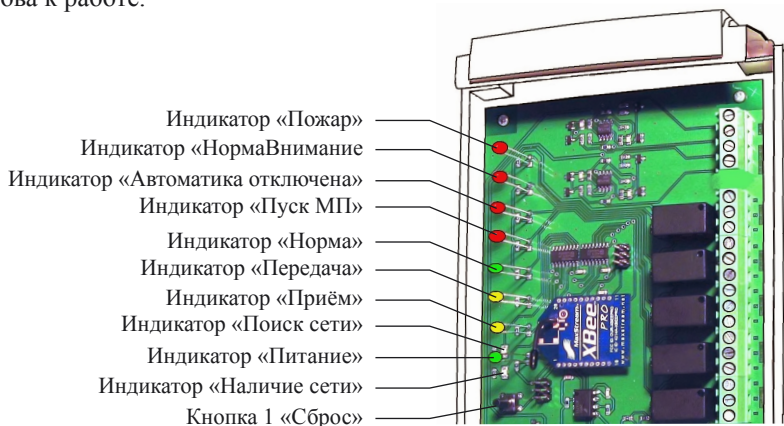

Рис. 14. Органы управления и индикации БУР
- Переведите БУР в режим поиска сети, для чего нажмите две кнопки на БУР: кнопку 1 «сброс» на плате и кнопку «Автоматика отключена» на лицевой панели. Отпустите кнопку 1, удерживая нажатой кнопку «Автоматика отключена», в течение 1 с после ее отпускания должен засветиться индикатор «Поиск сети», а индикатор «Наличие сети» погаснуть. Теперь БУР находится в режиме поиска сети. Когда БУР найдет сеть и будет организован канал связи БУР – РС-К, светодиод «Поиск сети» погаснет, а светодиод «Наличие сети» загорится. Расположение органов управления и индикации на БУР показаны на рис. 14.